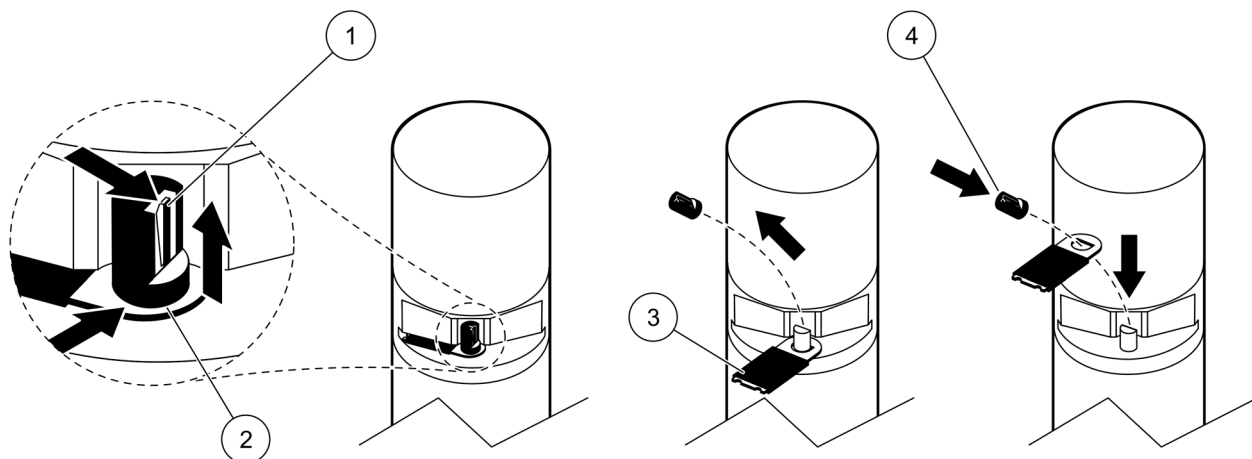

Figura 8 Schimbarea profilului ștergătorului
Consultați Figura 8 și pașii următori pentru a schimba profilul ștergătorului.
9. Ridicați cureaua de fixare (Figura 8, elementul 1), deplasați partea inferioară a capacului și scoateți capacul (Figura 8, elementele 2 și 3).
11. Ștergătorul se extinde automat. Schimbați profilul ștergătorului (Figura 8, elementul 4) și introduceți capacul până când se fixează (Figura 8, elementul 5).